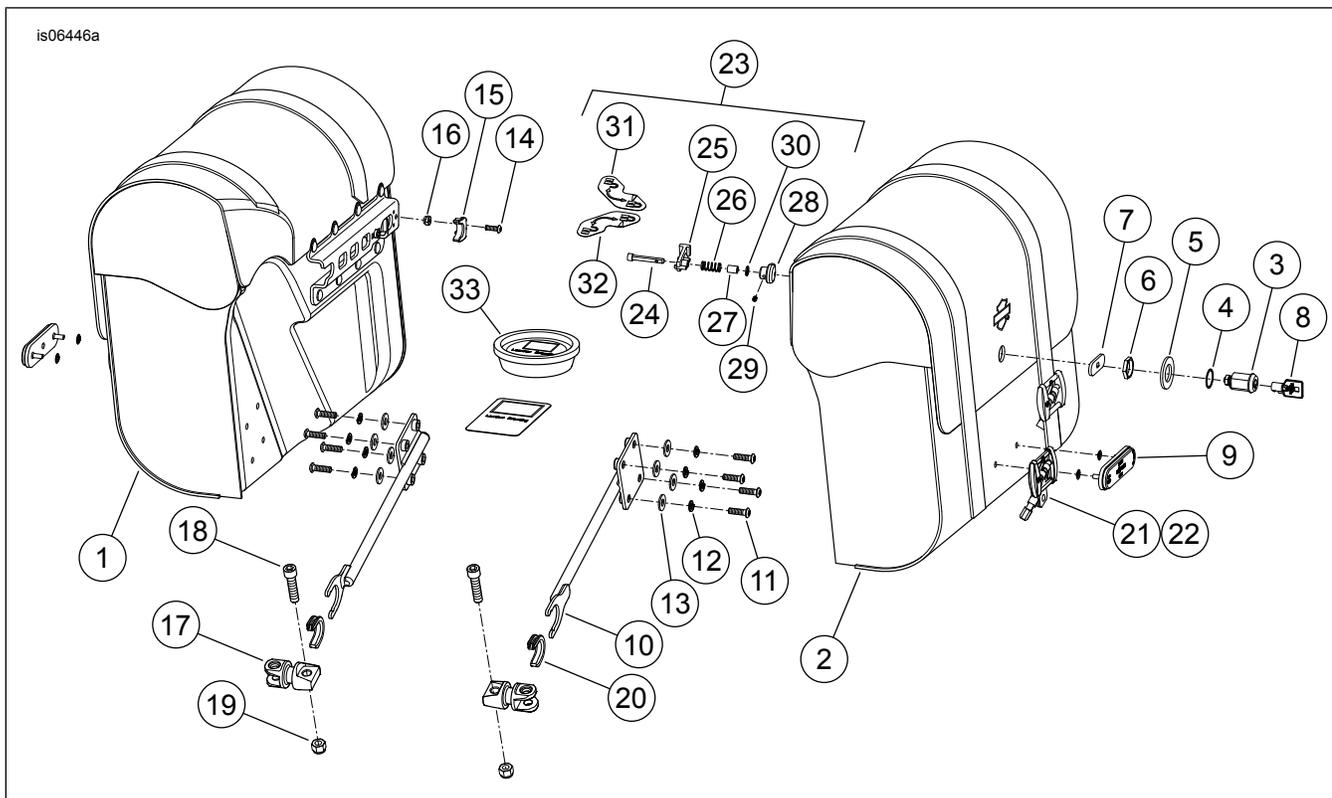

Figura 8. Piezas de servicio: Kits de alforjas desmontables XL
4. Instale el adaptador de acoplamiento trasero (1) usando el tornillo (2) y la tuerca (3). Apriete firmemente.
5. Vea Figura 8 y Tabla 1. Use los brazos de soporte de la alforja con las presillas tipo "U" (10 y 20), los tornillos (11), las arandelas planas (13) y las arandelas de seguridad (12).
1. Vea Figura 8 y Tabla 1. Obtenga los artículos 3 a 7 de la cerradura del kit.